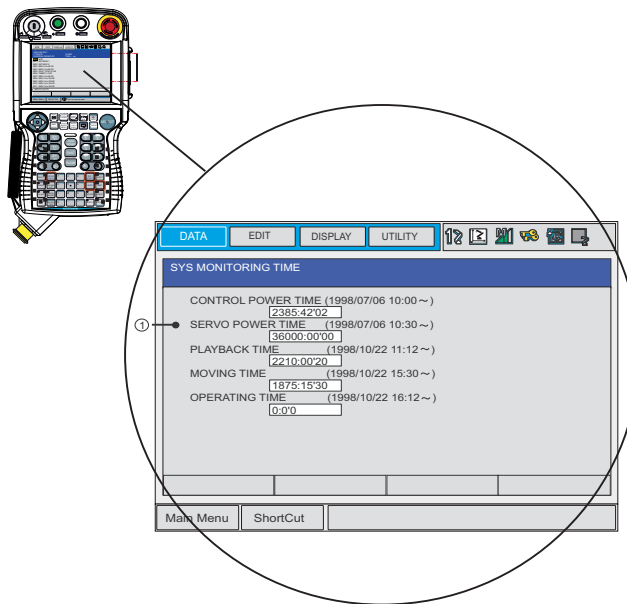

Fig. 9-1: SERVO-tensão
- ▶ O tempo da SERVO-tensão é determinante para os intervalos de inspeção (veja o ponto 1 da Fig. 9-1: "SERVO-tensão").